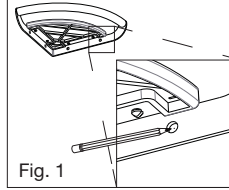

Fig. 1
4. Mark the (4) mounting hole locations from the shelf support bracket to the wall. If installing over ceramic tiles, place masking tape on the mounting area before marking the hole location. (Fig. 1)
4. Marquer les emplacements (4) des trous de montage de la console de support plateau à la paroi. Pour l'installation sur des carreaux de céramique, placer du ruban masque sur la zone d'installation avant de marquer l'emplacement du trou. (Fig. 1)